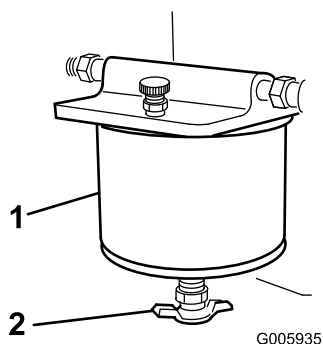

Figura 31
4. Girate la valvola di spurgo finché l'acqua non fuoriesce dal filtro (Figura 31).